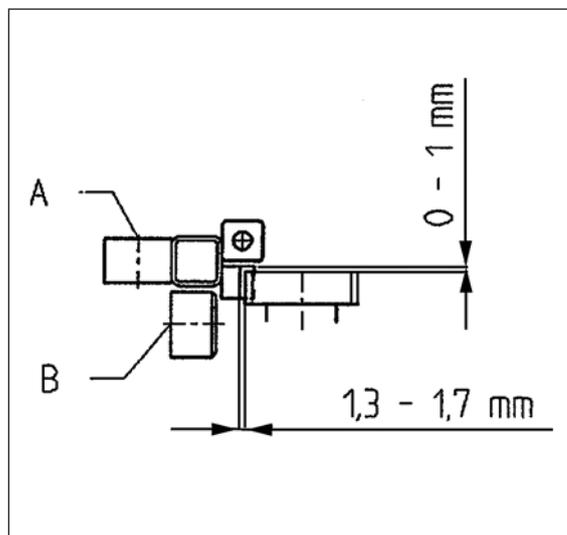

Рисунок 6.10.
1. Ролики А на краю рейки регулируются первыми (смотри рисунок 6.10 и 6.11) таким образом, что верхний зазор шестерни подъёмного механизма и захватывающего устройства к нижней части рейки составляет 1,3 - 1,7 мм (смотри рисунок 6.10).